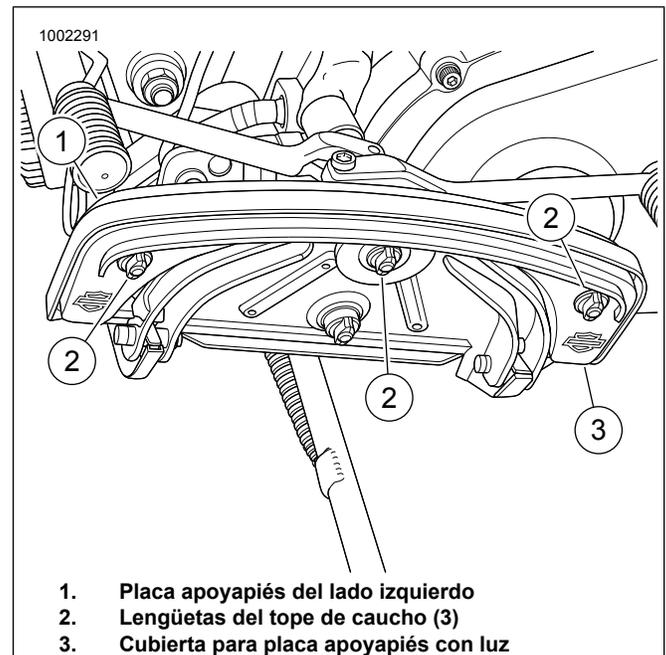

Figura 1. Instalación de la cubierta para placa apoyapiés con luz
1. Vea Figura 1. Comenzando con la placa apoyapiés del lado izquierdo (1), incline la placa apoyapiés a la posición vertical para tener acceso a la parte inferior de la placa apoyapiés.
2. Utilizando una solución limpiadora para ventanas, rocíe las tres lengüetas del tope de caucho (2) que sobresalen a través de la parte inferior de la placa apoyapiés.
3. Comenzando con el agujero central, aplique presión hacia arriba a la caja de la luz (3) y, usando unas alicates, tire hacia abajo de la lengüeta del tope de caucho hasta que la luz quede asentada sobre la lengüeta. Repita para las lengüetas del lado izquierdo y derecho.